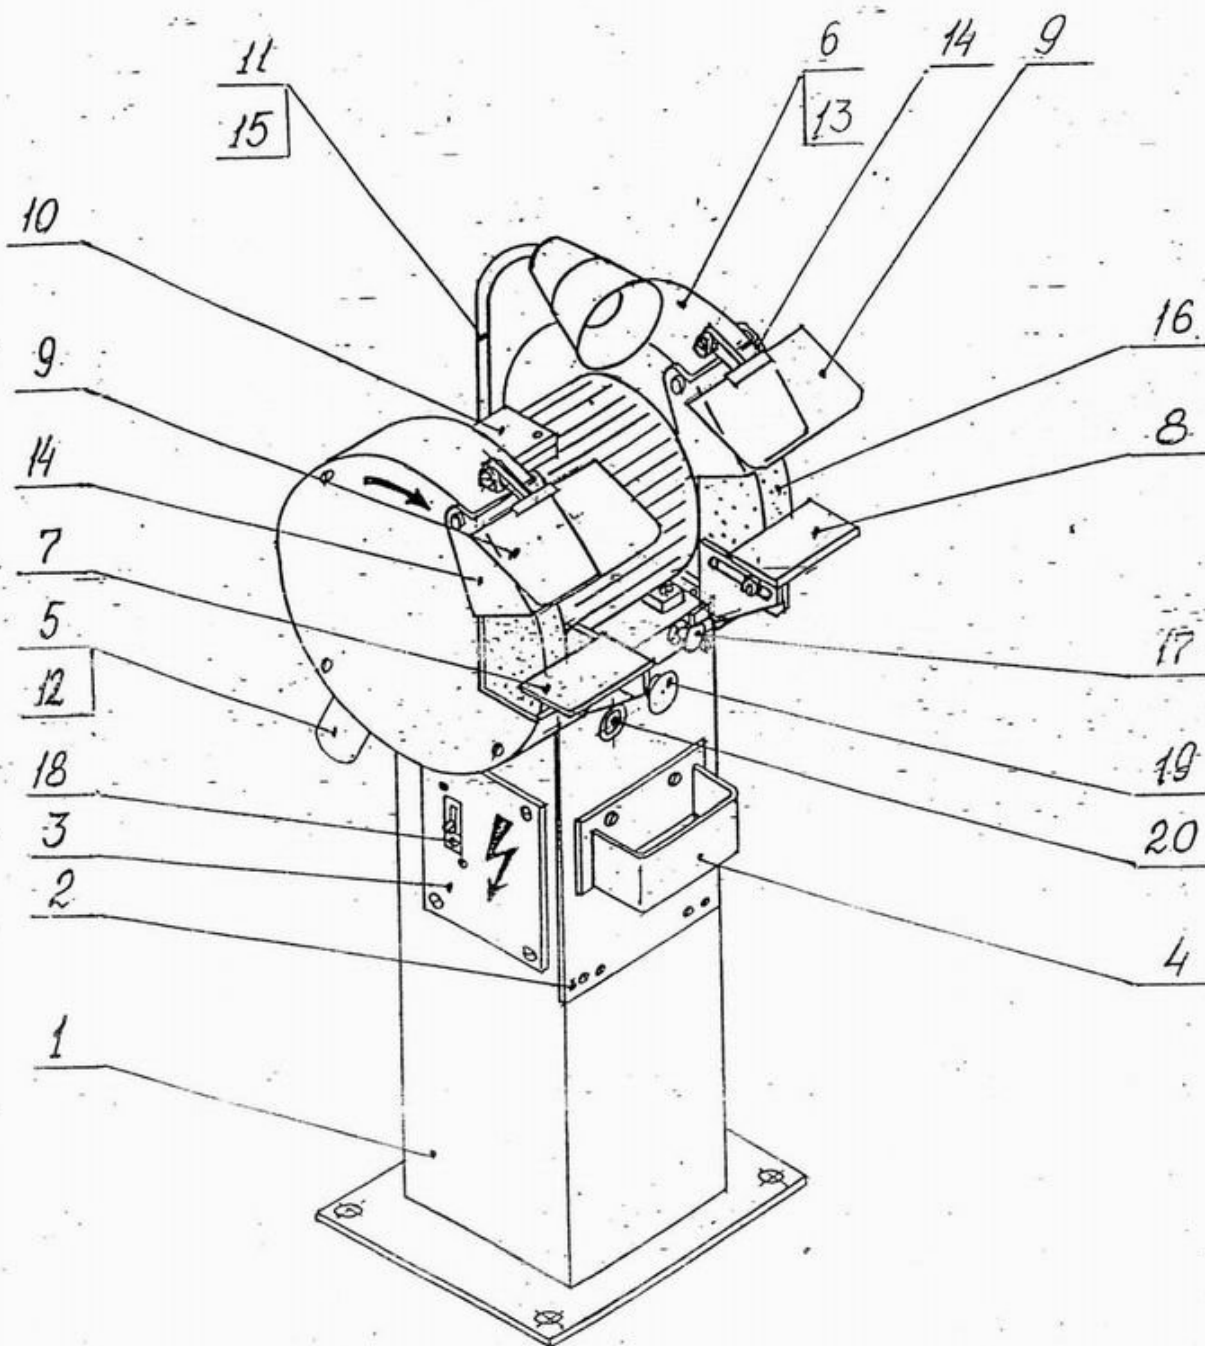

Рис. 3
4.1 Изображение станка с позиционным обозначением составных частей и основных деталей согласно табл.2 приведено на рис.3
4.1.1 Общая компоновка станка (рис.3).
6.3 Установить станок на предназначенное для него место. Перемещение и установку станка производить грузоподъемным механизмом. Крюки стропов крепить на цапфах грузовых, расположенных в верхней части тумбы спереди и сзади. (поз.17, рис.3)